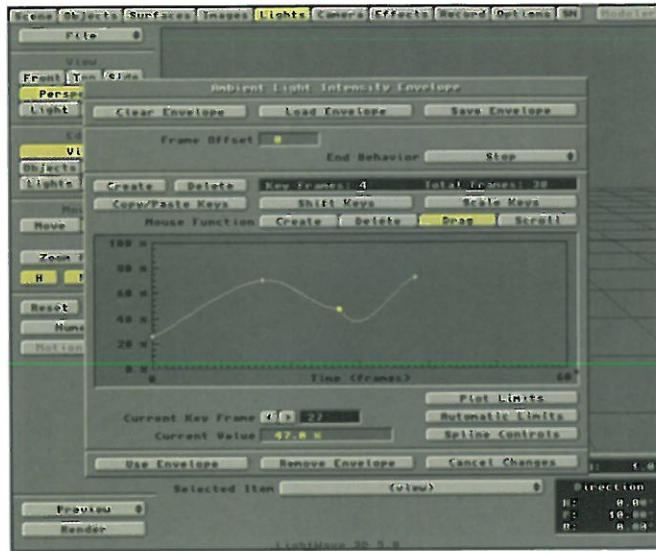

FIGURA 8. CONTINUITY EN 1, BIAS EN 1 Y TENSION EN 1.
• *Tension* en 1: Acentúa mucho los efectos de *Continuity* y *Bias*. *Figura 8*.